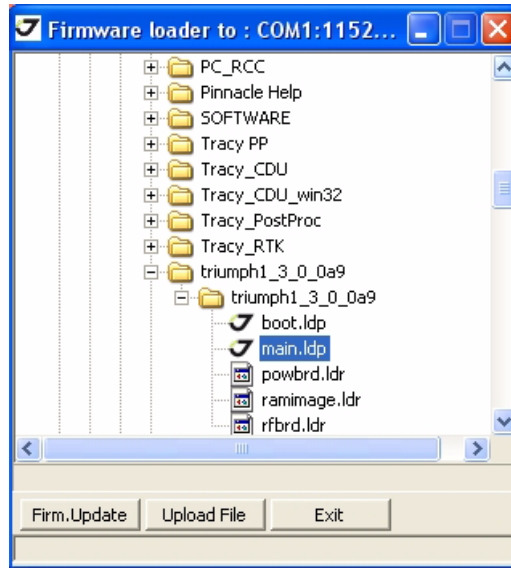

Рисунок 5-17. Загрузка нового аппаратно-программного обеспечения
5. Найдите папку с комплектом файлов новой версии аппаратно-программного обеспечения. Выберите файл *main.ldr* (Рисунок 5-17):